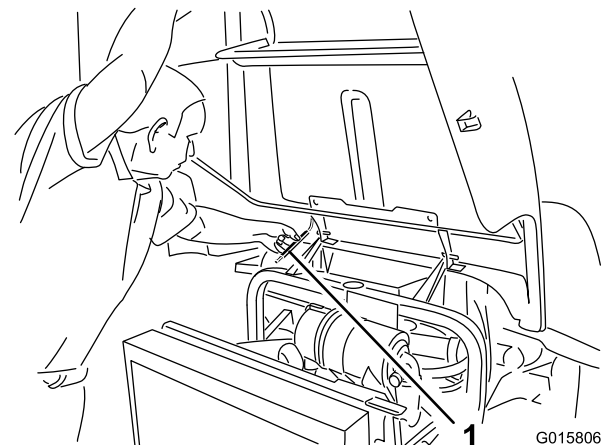

Figure 32
2. Soulevez le capot jusqu'à ce que la béquille puisse être placée derrière le tube du châssis (Figure 32).